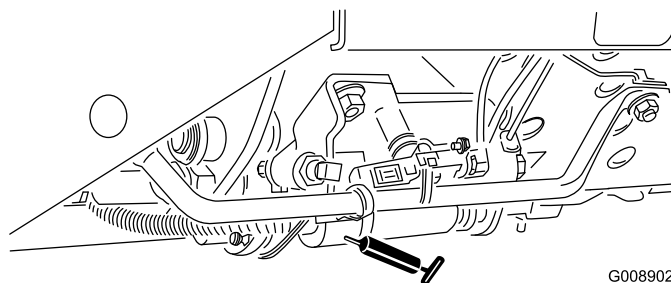

Figura 44
- Slitta di tosatura/trasporto (Figura 44)